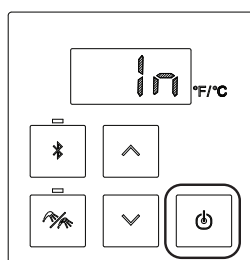

Fig. 5
2. Pulsar el botón 'On/Off' para confirmar la instalación en interior (Fig. 5).